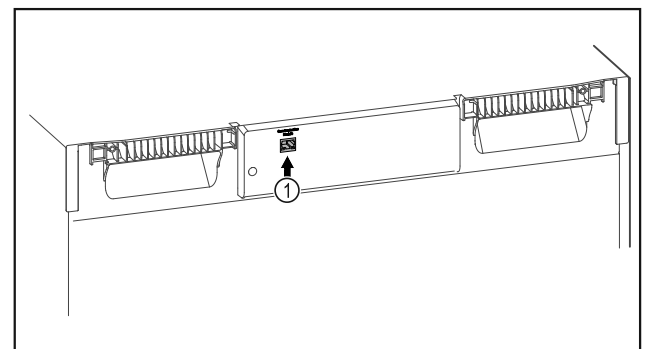

Fig. 115
- Se utiliza SmartModule Fig. 115 (1).